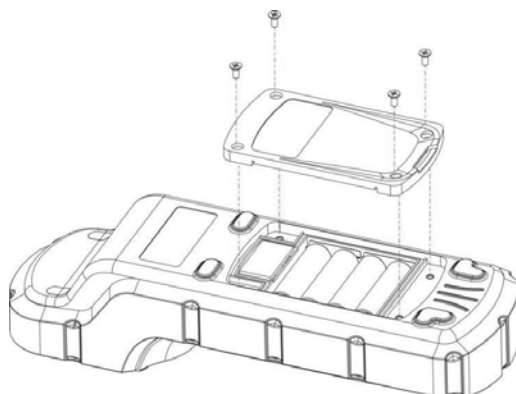

Figura 1 Sustitución de las pilas
El compartimento de las pilas dAP50MM, que se muestra en la figura 1, se encuentra en la parte posterior del instrumento. Inserte una pequeña almohadilla debajo de la zona de la pantalla para nivelar la superficie posterior cuando el instrumento esté boca abajo. Instale las pilas como se indica a continuación:
2. Inserte cuatro pilas en el portapilas como se muestra en la figura 1. Asegúrese de que el marcador de polaridad positiva de las pilas (+) esté alineado con el marcador positivo (+) del portapilas.